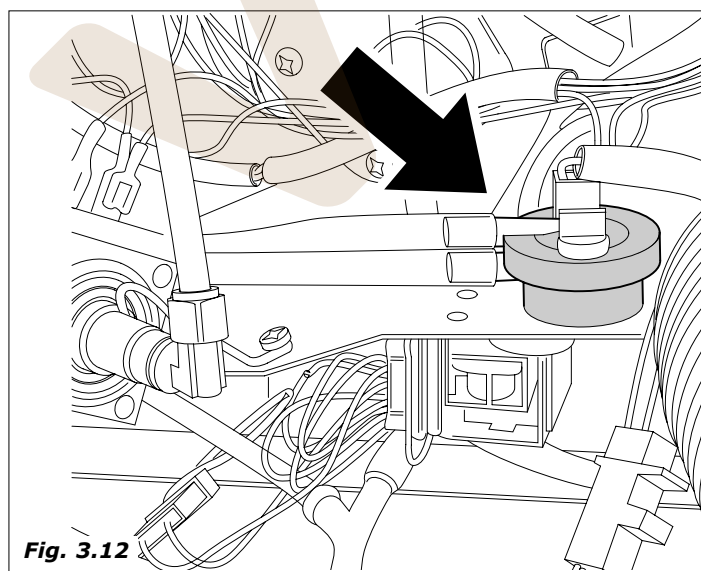

Fig. 3.12
- se activa la bomba que eroga la cantidad de agua programada y, controlada por un apropiado dispositivo electrónico (contador volumétrico), toma desde la caldera de café (Fig. 3.12).
- Se activa la bomba hasta inyectar la cantidad de agua programada. Para controlar la dosis, se utiliza un dispositivo electrónico, (contador volumétrico), situado a la entrada de la bomba (Fig.3.12)